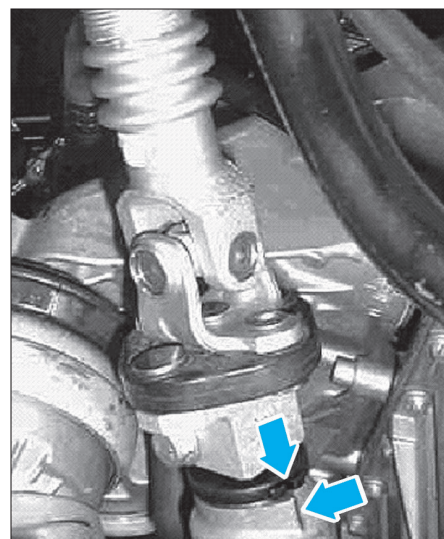

FIG. 5
- Vérifier la position médiane du boîtier de direction (Fig.5) faire coïncider le repère de la colonne de direction avec celui du boîtier de direction.